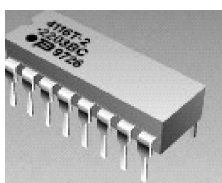

图 2-21 示意图
2) 双列直插网络电阻。如图 2-21 所示是双列直插网络电阻实物图。